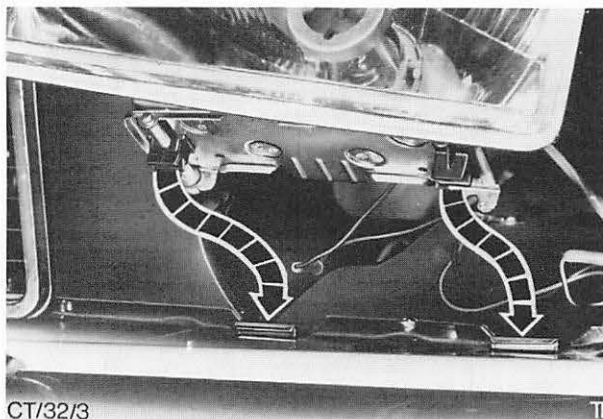

Abb. 5 Führungen – Scheinwerfer
12. Scheinwerfer kompl. in Einbaulage bringen (untere Führungen beachten, siehe Abb. 5). Oberen Halter ansetzen und mit Schraube befestigen.